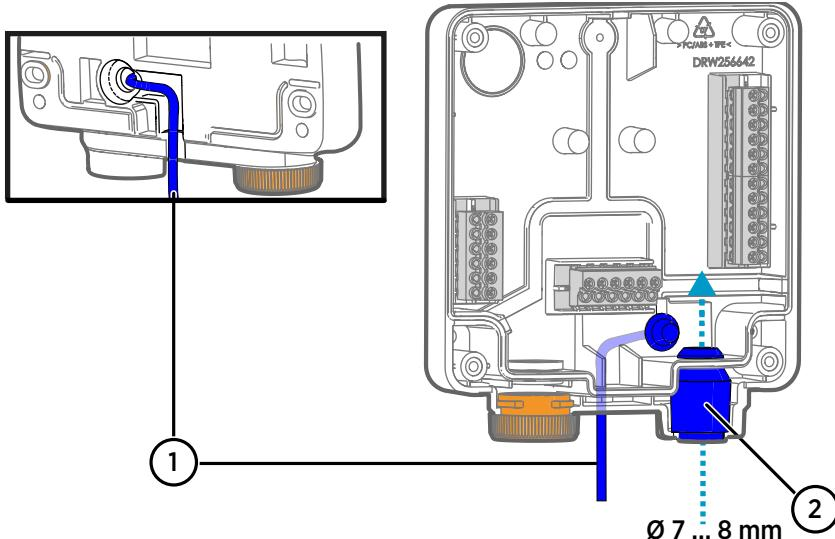

Figura 11 Opciones de cableado de Indigo200
- Coloque el cable dentro de la ranura en la parte posterior del transmisor tal como se muestra en Figura 11 \(página 26\) y conecte la descarga de presión según sea necesario.